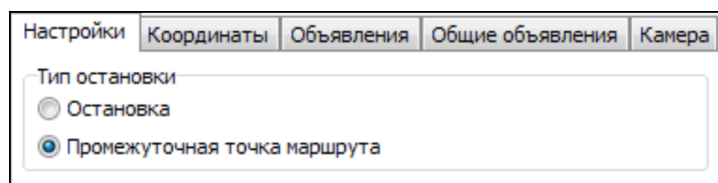

Рис.62. Вкладка «Настройки»
**Тип остановки (вкладка «Настройки»):** остановка или промежуточная точка (**Рис.62**). При достижении промежуточной точки на экране контроллера не отображается информация о предыдущих и следующих остановках. Промежуточные точки могут использоваться для воспроизведения рекламных или других объявлений между остановками.